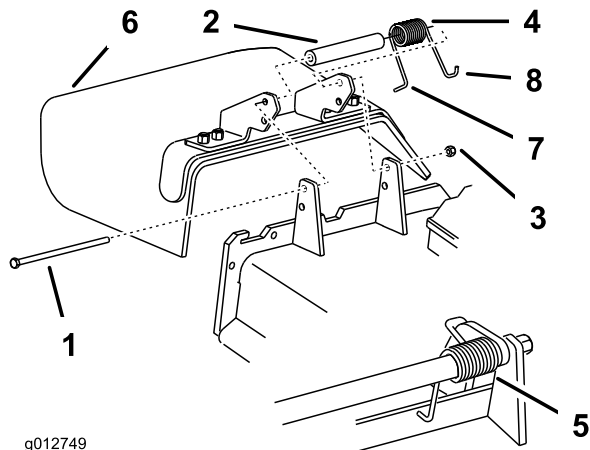

Figure 55
1. Retirez le contre-écrou, le boulon, le ressort et l'entretoise qui fixent le déflecteur aux supports de pivot (Figure 55). Enlevez le déflecteur s'il est endommagé ou usé.
Remarque: Prenez soin de placer l'extrémité en **L** du ressort derrière le bord du tablier avant de mettre le boulon en place, comme indiqué à la Figure 55.
3. Remettez le boulon et l'écrou. Accrochez l'extrémité en **J** du ressort au déflecteur d'herbe (Figure 55).